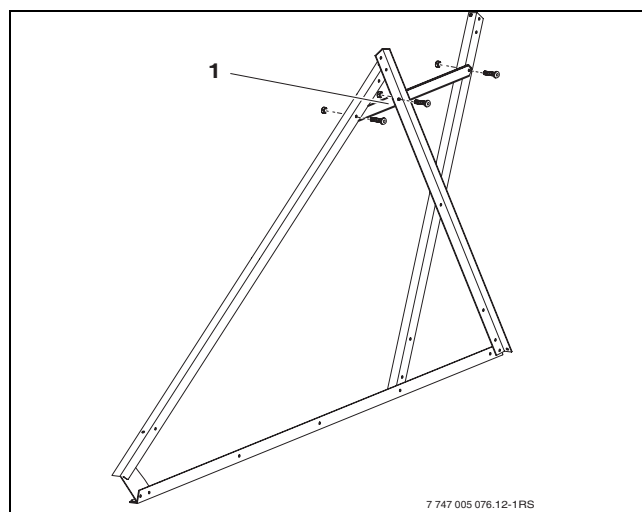

Fig. 19 Monter la baguette transversale
- ▶ Visser la barre transversale (fig. 19, [1]) avec les deux rails de support-ballon et le rail de support-capteur.